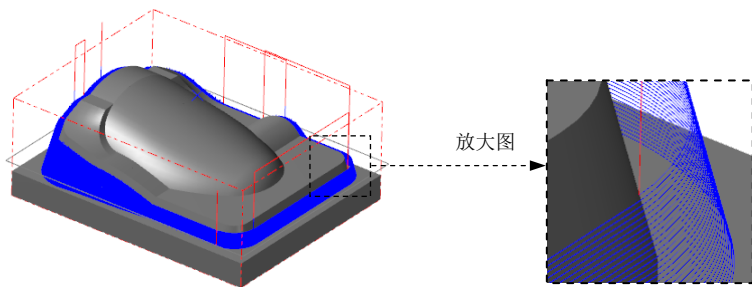

图 17.33 刀具路径
Step9. 单击“曲面精加工等高外形”对话框中的 **✓** 按钮，完成加工参数的设置，此时系统将自动生成图 17.33 所示的刀具路径。